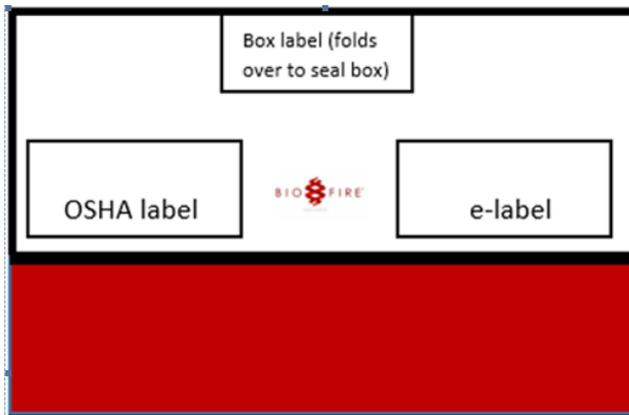

Fig. 1: 30 pouch kit label placement
- Pour les coffrets BCID format 30 tests (RFIT-ASY-0126) et format 6 tests (RFIT-ASY-0127), coller l'étiquette dans l'angle inférieur droit du coffret, emplacement de l'étiquette « e-label » comme indiqué sur les figures 1 et 2.